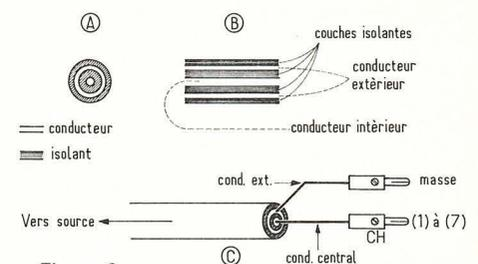

Figure 6
On indique à la figure 6 (A), la section transversale d'un câble de ce genre : au centre, le conducteur intérieur, ensuite l'isolant, puis le conducteur extérieur sous forme de tresse, puis l'isolant extérieur protégeant le tout.